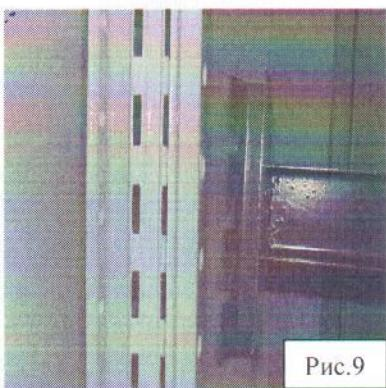

Рис.9
3.3. Закрепить балку на стойке, вставив зацепы балки в перфорацию стойки рис.9,10).